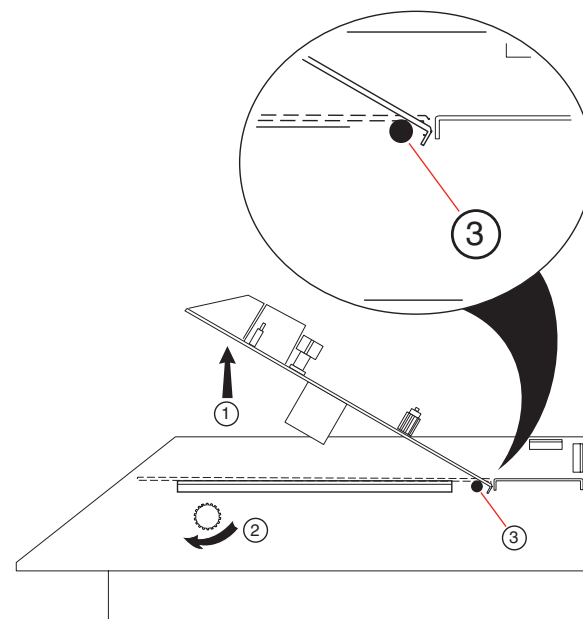

Рис. 9-10. Доступ к оптике Chemcassette®
См. рис. 9-10 и 9-11
3. Удалите два винта из верхней панели и поднимите ее. Панели вращаются на шпильках, как показано на рис. 9-10.